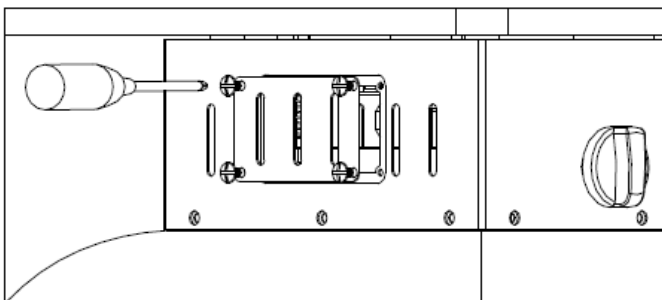

Abb. 1
- Die Pilotkerze kann durch eine rechteckige Öffnung mit einem verschiebbaren Deckel beobachtet werden (Abb. 1 und 2). Die Kerze kann auch mithilfe von Streichhölzern angezündet werden. Zum Anzünden der Pilotkerze muss der verschiebbare Deckel entfernt werden.